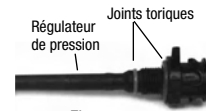

Figure 5
10. Le régulateur de pression peut aussi être remplacé à ce moment, au besoin, en le dévissant du cylindre de pression. S'il est remplacé, appliquez du pétrolatum aux joints toriques du régulateur de pression avant d'installer (fig. 5).